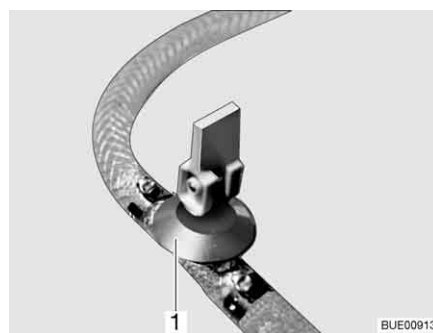

Bild 205 Ablasshahn
- Ablasshahn/Ablasshähne schließen. Dazu den Kipphebel (Bild 205,1) waagrecht stellen.
- Ablasshahn/Ablasshähne (Bild 205) öffnen. Dazu den Kippschalter (Bild 205,1) senkrecht stellen. Der Boiler wird nach außen entleert.